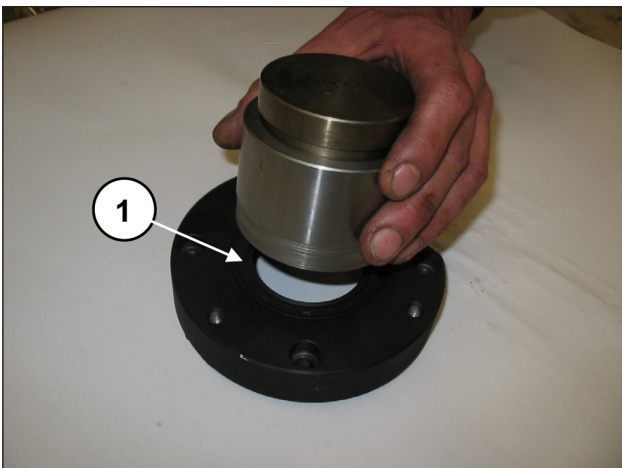

Fig. 64
Insérer le joint d'étanchéité radial dans le couvercle du coussinet de PTO à l'aide de l'outil réf. 27539500 (rep. ①, Fig. 64).